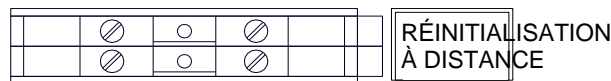
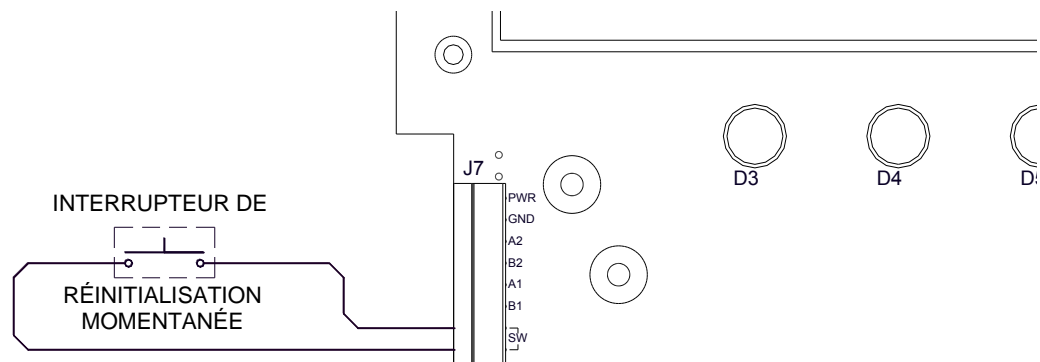

Figure 23 Entrée de l'interrupteur à distance sur les centrales N1P & N4X
Figure 24 Entrée de l'interrupteur à distance sur la centrale N7
- b. Connectez l'interrupteur de réinitialisation et d'acquiescement d'alarme à distance aux bornes du bornier marquées RÉINITIALISATION À DISTANCE pour les centrales N1P et N4X (Figure 23). Pour la centrale N7, connectez l'interrupteur aux bornes « SW » du connecteur J7 (Figure 24). Une fois installé, l'interrupteur permettra d'exécuter la fonction de réinitialisation/d'acquiescement.